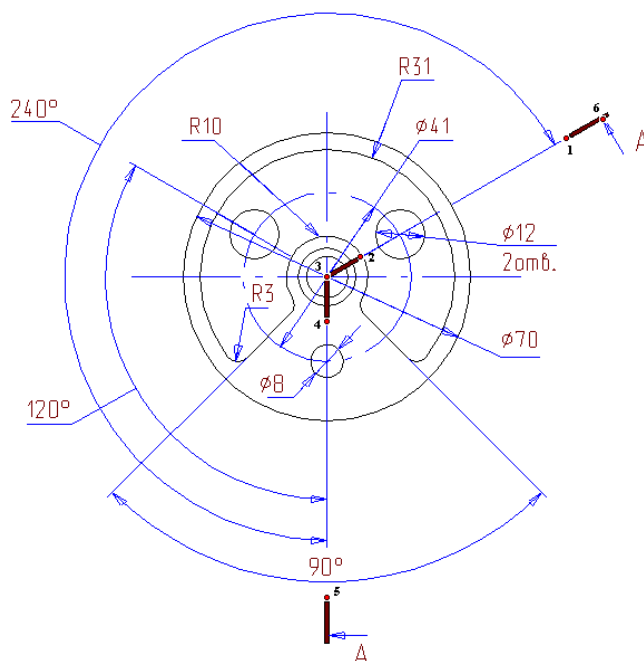

Рисунок 1.26 – Позначення ламаного розрізу на вигляді зліва
9. За допомогою клавіші 9 на цифровій клавіатурі встановіть положення останньої точки лінії розрізу (рис. 1.26) точки 3. Натисніть клавішу <Пробел> або ліву кнопку миші.